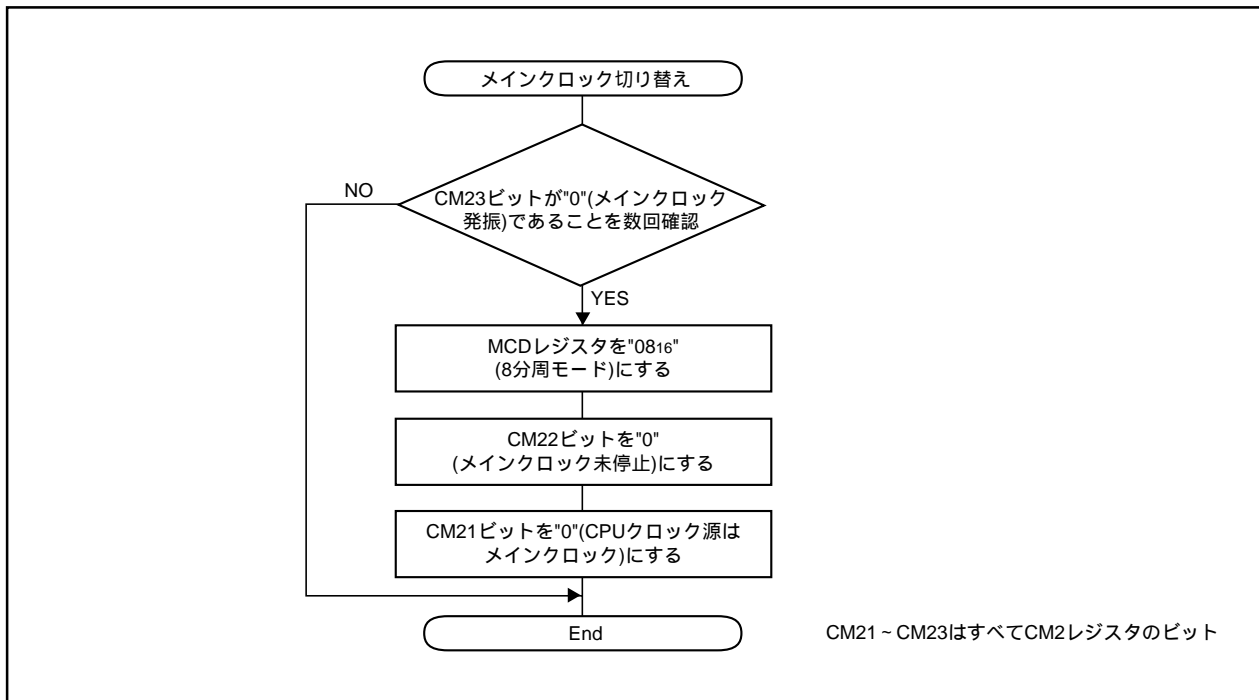

図8.11 オンチップオシレータクロックからメインクロックへの切り替え手順
- ・発振停止検出後、メインクロックの発振が再開した場合は、プログラムでメインクロックをCPUクロックや周辺機能クロックのクロック源に戻してください。図8.11にオンチップオシレータクロックからメインクロックへの切り替え手順を示します。